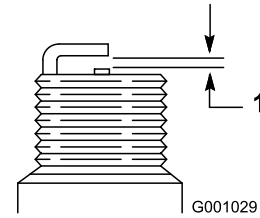

Figure 38
4. Réglez l'écartement des électrodes de la nouvelle bougie à 0,76 mm, comme montré à la Figure 38.